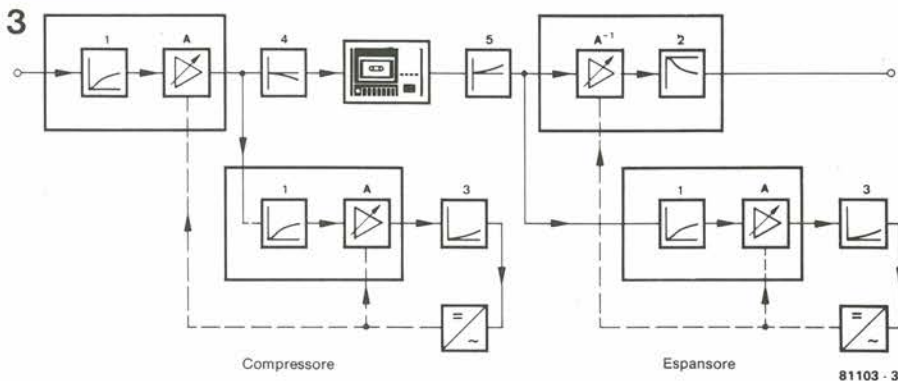

Figura 3. Lo schema a blocchi del compander High Com.
La figura 2 presenta anche le caratteristiche di uscita in scala logaritmica. Si potrà vedere che esse sono notevolmente lineari ad ogni uscita. Nella configurazione qui presentata, si tratta di tre amplificatori: il segnale d'ingresso verrà compresso dall'amplificatore A_1 di un fattore 3. Se il segnale di ingresso ha un'estensione dinamica di 90 dB, essa verrà ridotta a 60 dB (curva U_2). L'espansore opera esattamente nello stesso modo del compressore, salvo che, naturalmente, la direzione è opposta. Lo schema è blocchi del circuito High Com si vede in figura 3. Si usano due amplificatori collegati in cascata. Il sistema High Com differisce dal Telcom 4, in quanto non opera su un certo numero di bande di frequenza, ma soltanto su una banda.
La costruzione di un circuito secondo lo schema a blocchi di figura 3 usando dei componenti discreti, sarebbe un compito piuttosto arduo. Per fortuna la Telefunken ha integrato tutti i componenti attivi necessari per il circuito compressore/espansore completo in un unico chip monolitico,
Vediamo ora quel che succede durante l'espansione (riproduzione in figura 6). Il segnale che esce dal registratore a nastro passa agli amplificatori C e D tramite l'amplificatore B ed il circuito R-C che si trova tra i piedini 16 e 17. Le resistenze R8, R9 ed il condensatore C9, insieme all'amplificatore D, formano un filtro passabasso attivo per la deenfasi dell'espansore (blocco 2 in figura 3). Il potenziometro integrato a comando elettronico che si trova tra i piedini 16 e 17, regola il guadagno dello stadio filtrante. I componenti esterni R17, R18, C13, C14 e C16 comprendono l'esaltazione degli acuti durante la riproduzione (blocco 5 in figura 3). Il guadagno tra i piedini 14 e 10 è pari ad 1 alle basse frequenze, quando l'impedenza totale che si vede tra i piedini 16 e 17 è di 3k.
alto passivo che combina le funzioni dei due circuiti (1) e (3) della figura 3. Dato che il raddrizzatore funziona alla tensione del punto centrale, anche il piedino 24 deve essere collegato alla tensione del punto centrale sul piedino 23, tramite R4.